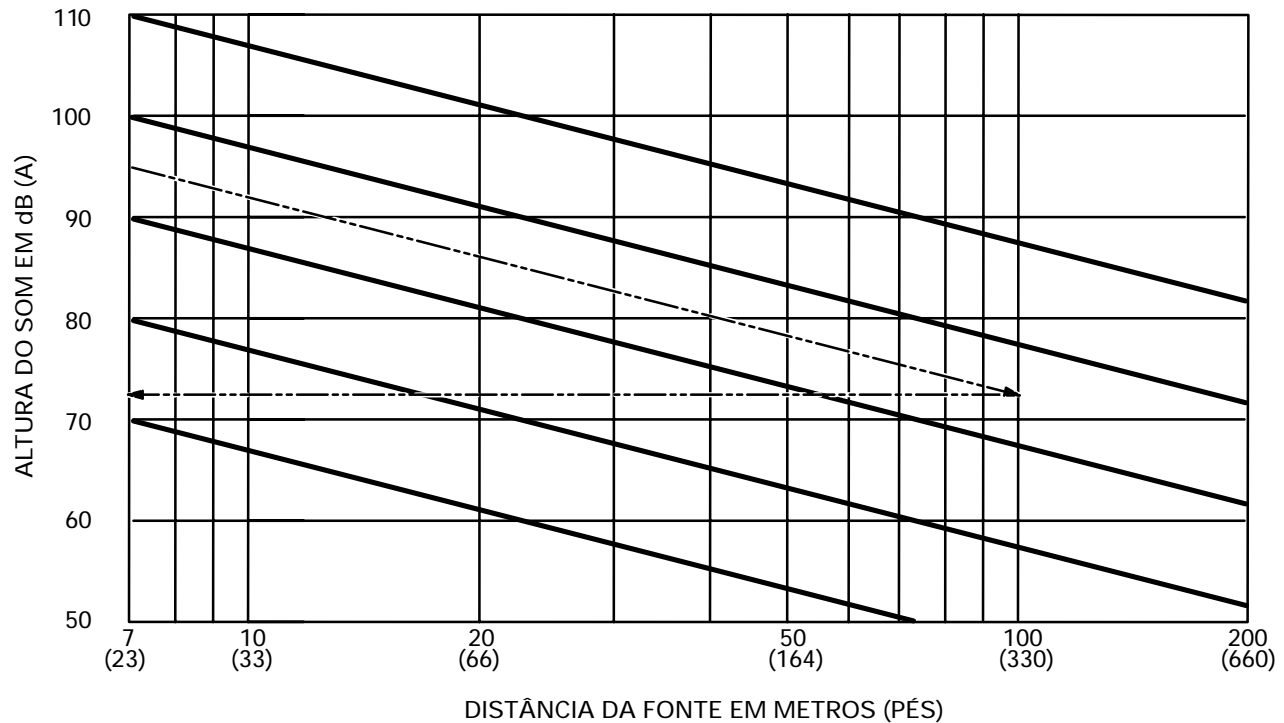

Figura 6-35: Redução na Intensidade com o Aumento da Distância (Campo Aberto)
A **Figura 6-35** pode ser usada como alternativa da fórmula para se estimar o nível do som em várias distâncias, como as linhas da propriedade. Por exemplo, como mostram as setas tracejadas, se a classificação de ruído na Folha de Especificações do grupo gerador recomendado for 95 dB(A) (a 7 metros), o nível de ruído a 100 metros de distância será de aproximadamente 72 dB(A).
Para utilizar a **Figura 6-35**, trace uma linha paralela às linhas inclinadas partindo do valor conhecido em dB(A) no eixo vertical até a linha vertical da distância especificada. Em seguida, trace uma linha horizontal até o eixo vertical e leia o novo valor em dB(A).